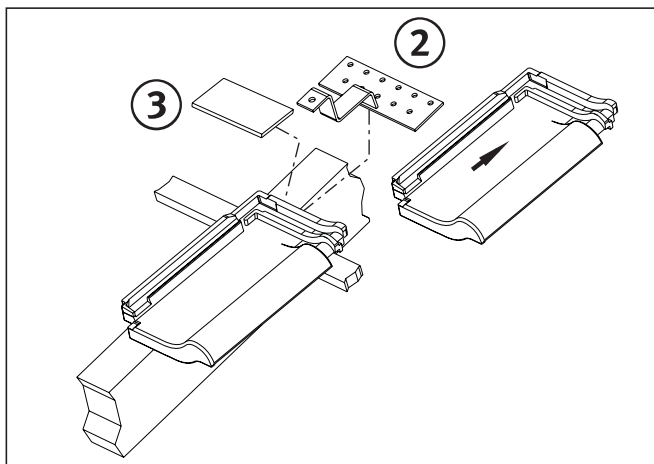

Abb. 4.8 Montage Abstandsbrettchen und Haltebügel
- Unterfüttern Sie gegebenenfalls mit den Abstandsbrettchen (Abb. 4.8, Pos. 3) die Höhe des Haltebügels (Pos. 2), dass er in der Ebene der darunterliegenden Dachpfanne austritt.